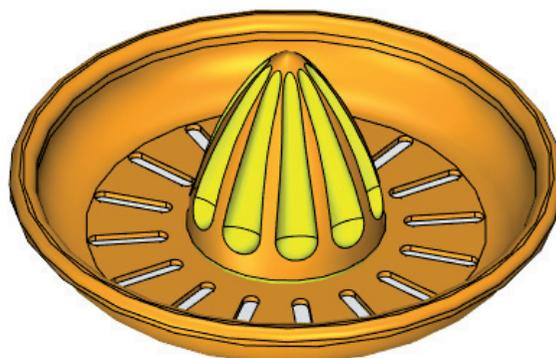

Рис. 4. Общий вид готовой модели соковыжималки
**Цель работы:** создать модель кухонного прибора для выжимания сока из плодов цитрусовых: лимонов, лаймов, небольших апельсинов и т. д. (рис. 4).